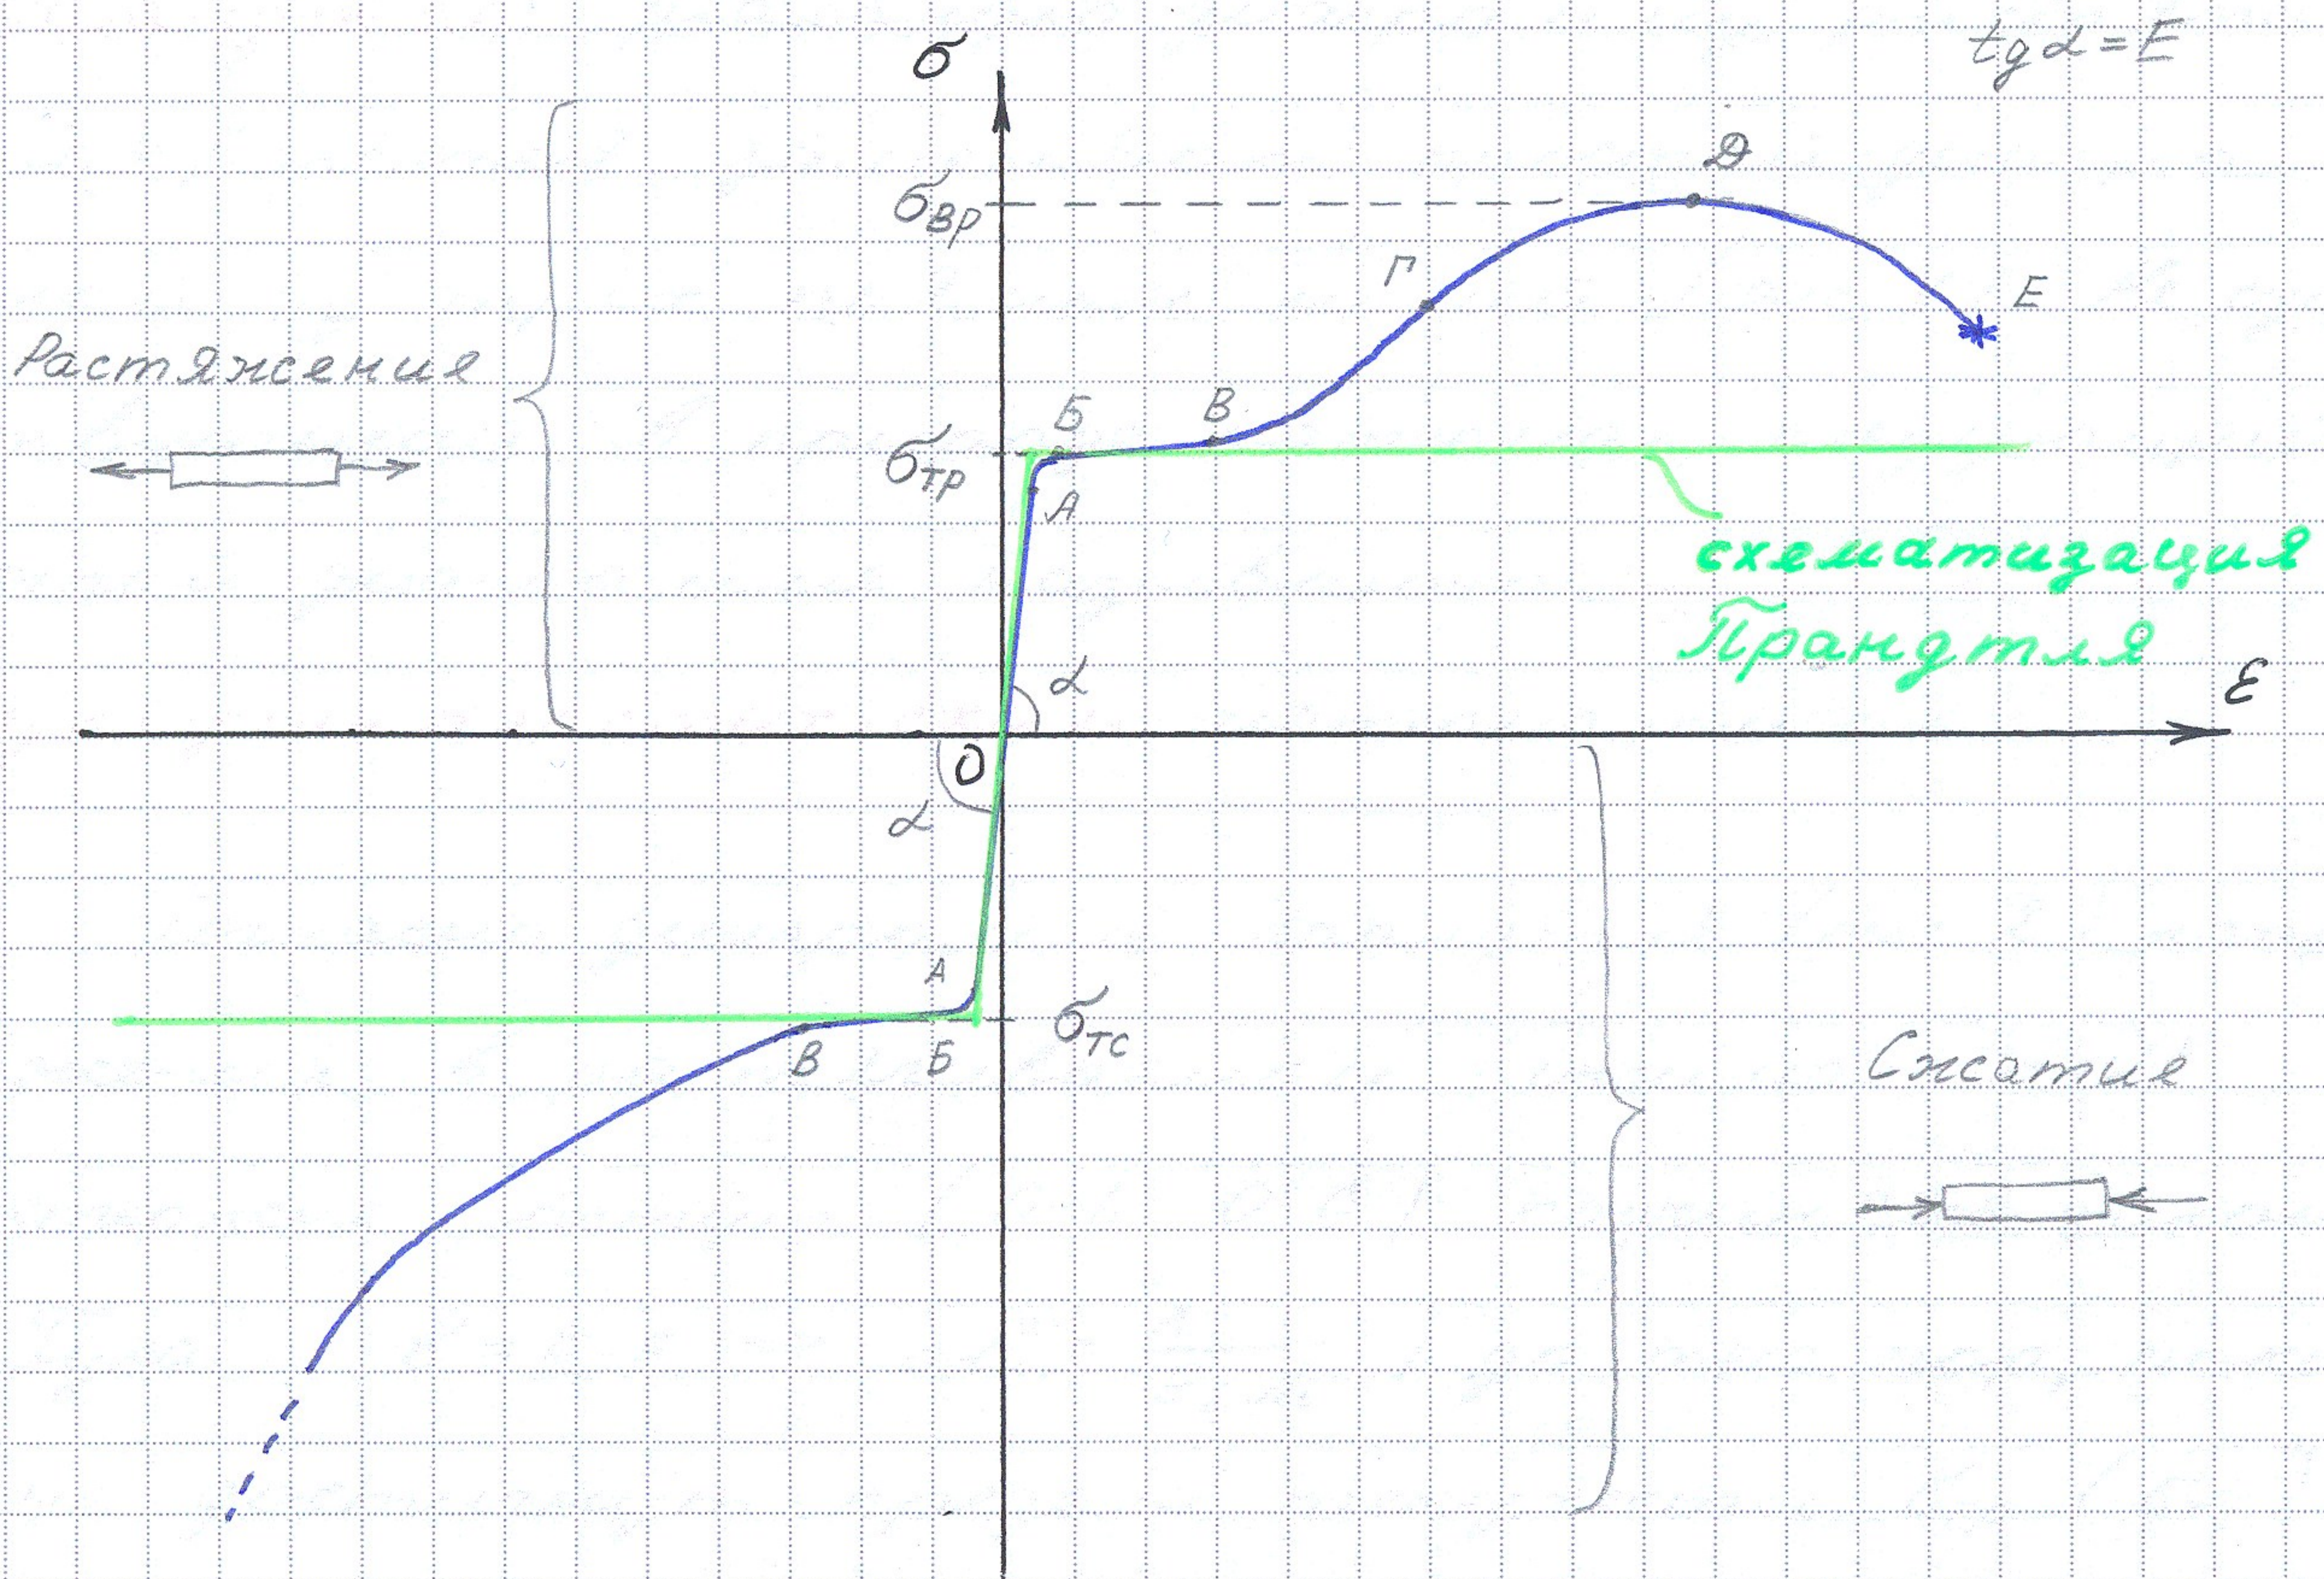

Рис. 1
**Трандтля**: реальную диаграмму растяжения / сжатия заменяют простой диаграммой из трёх прямых линий (рис. 1). Не существующий в природе материал, следующий этой диаграмме называют **идеальным упруго-пластическим** материалом.